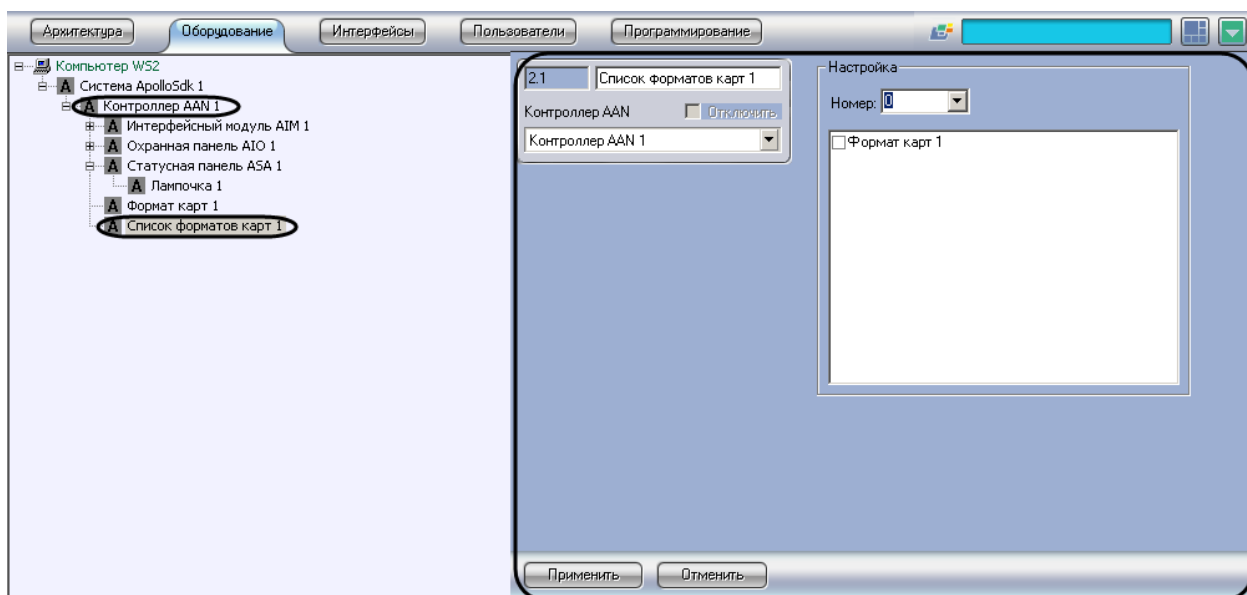

Рис. 3.5-3 Объект Список форматов карт
1. На базе объекта **Контроллер AAN** создать объект **Список форматов карт** (Рис. 3.5-3).